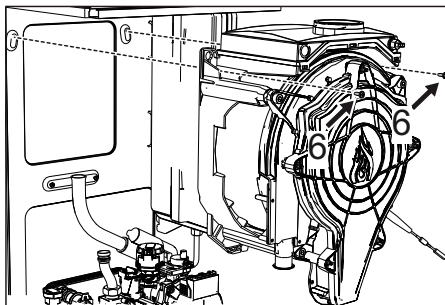

fig. 51
- Extraiga los dos tornillos **superiores "6"** que fijan el intercambiador al bastidor (fig. 51)